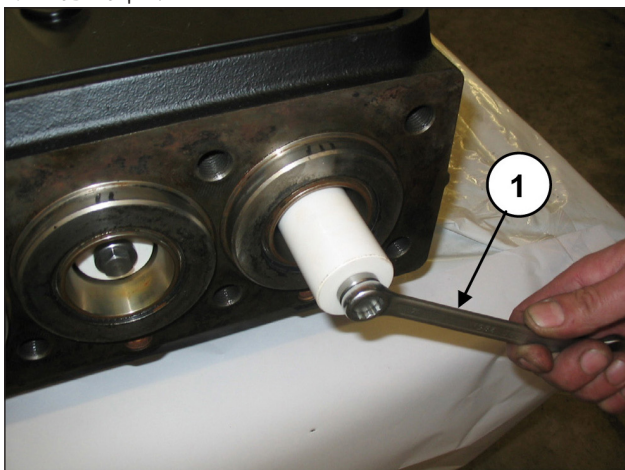

Рис. 132
Демонтируйте поршни, открутив крепежные винты (поз. ①, Рис. 132).